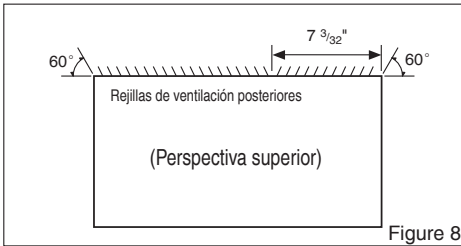

Figure 8
- 1** Redirija las rejillas de ventilación en la parte posterior del soporte de pared a un ángulo de 60° según muestra la FIG. 8. Recomendamos el uso de alicates.